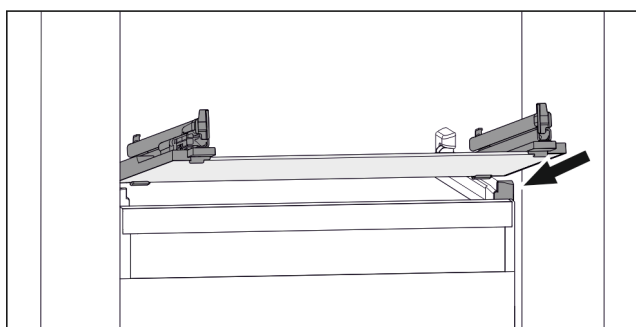

Fig. 141 Príklad zobrazenia sklenenej dosky
- ▶ Nasadíte sklenenú dosku šikmo za zarážkami. (pozri Fig. 141)